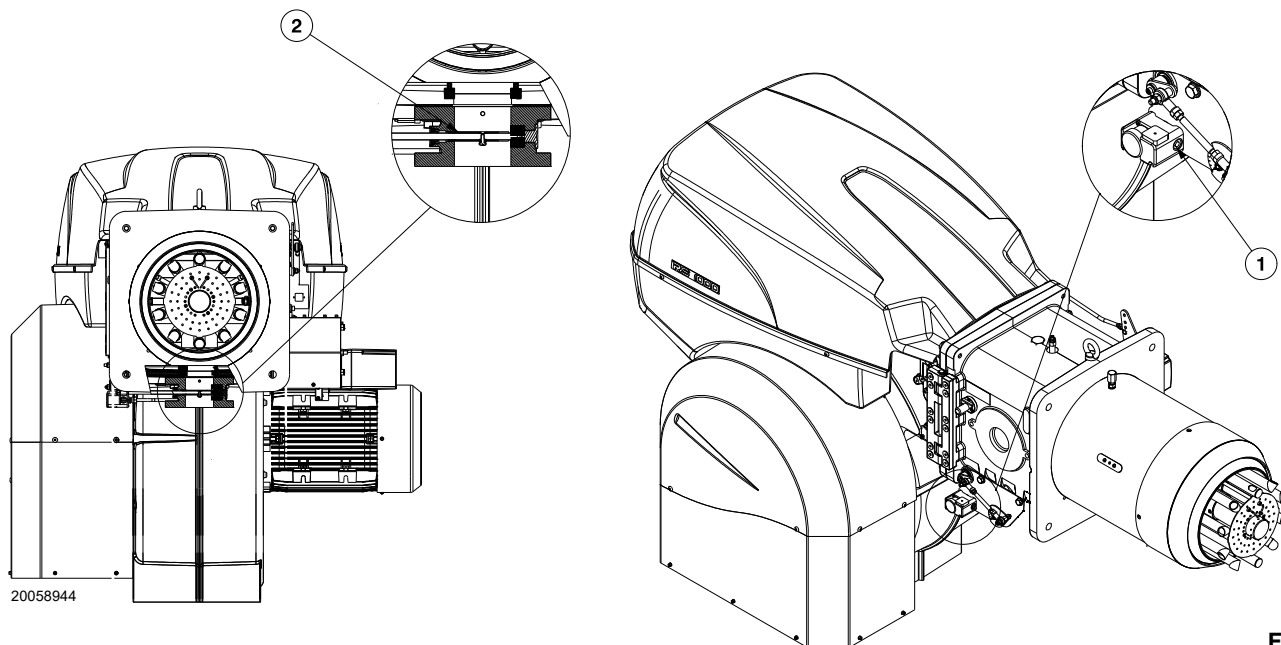

Fig. 22
Pression gaz mesurée à la prise 1)(Fig. 22 à la page 21), avec:
Perte de charge du papillon gaz 2)(Fig. 22 à la page 21) avec ouverture maximale: 90°.
- soustraire de la pression du gaz à la prise 1)(Fig. 22 à la page 21) la pression de la chambre de combustion.
Pression de gaz à la prise 1)(Fig. 22) = 41,9 mbar
Pour connaître par contre la pression de gaz nécessaire à la prise 1)(Fig. 22), après avoir défini la puissance de modulation maximale à laquelle on désire faire fonctionner le brûleur:
- Lire sur la droite, colonne 1, la pression à la prise 1)(Fig. 22).
Pression nécessaire à la prise 1)(Fig. 22).